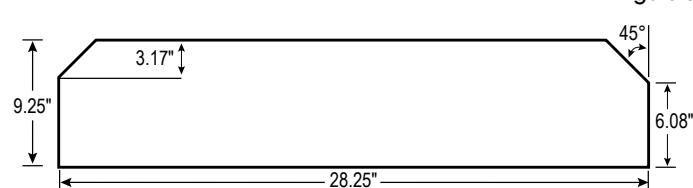

Figure 5
7. Up to four shelves can be added by using standard 3/4" thick lumber cut to fit the molded-in shelf brackets. (See Figure 5)
7. Vous pouvez ajouter jusqu'à quatre tablettes d'une épaisseur standard de 1,9 cm (3/4 po) afin qu'elles puissent s'insérer dans les supports de tablette moulés. (Voir Figure 5)